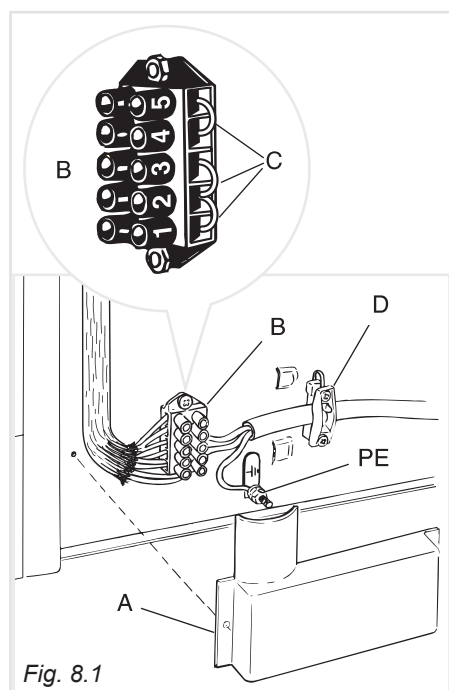
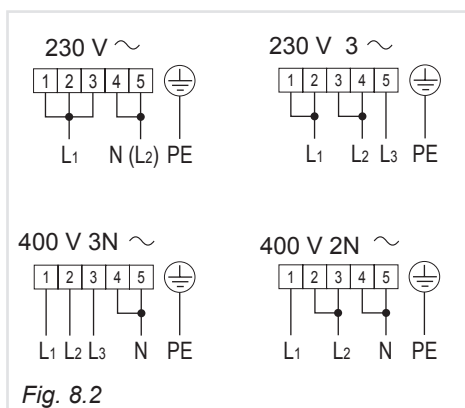

Fig. 8.1
Fig. 8.2
- Svitare le viti di fissaggio della protezione "A" dietro la cucina (Fig.8.1).
- Posizionare i cavallotti "C" sulla morsettiera "B" (Fig. 8.1) secondo gli schemi di fig. 8.2.
- Infilare nel fissacavo "D" il cavo di alimentazione (Fig. 8.1) di sezione adeguata come descritto nel capitolo "Sezione dei cavi di alimentazione".
- Collegare i cavi alla morsettiera "B" secondo gli schemi della figura 8.2 o i cavi di fase e neutro alla morsettiera "B" ed il cavo di terra al morsetto "PE" (Fig. 8.1 - 8.2).